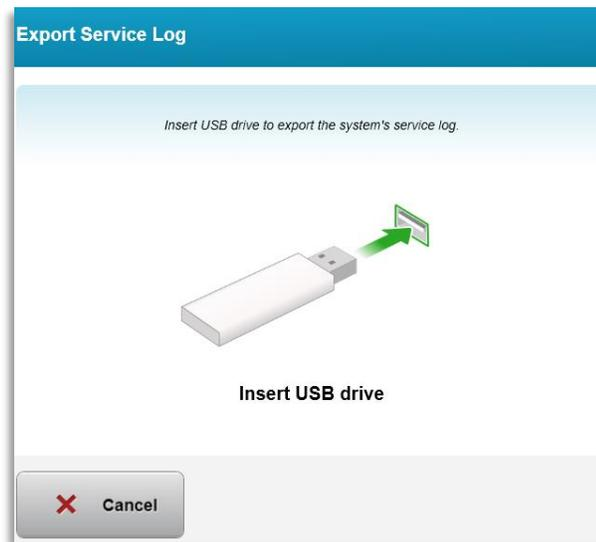

Abbildung 3-57. Service-Protokoll auf USB-Laufwerk exportieren
- Befolgen Sie die Anweisungen auf dem Bildschirm und verbinden Sie wie in Abbildung 3-57 veranschaulicht ein USB-Laufwerk mit dem USB-Anschluss.